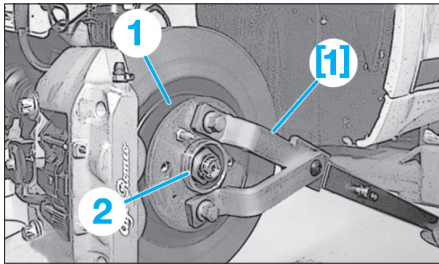

Fig. 1
- [1]. Barre anticouple (Fig.1).
- Bloquer le moyeu de roue (1) avec l'outil [1] (Fig.1).
- l'écrou de transmission (2),